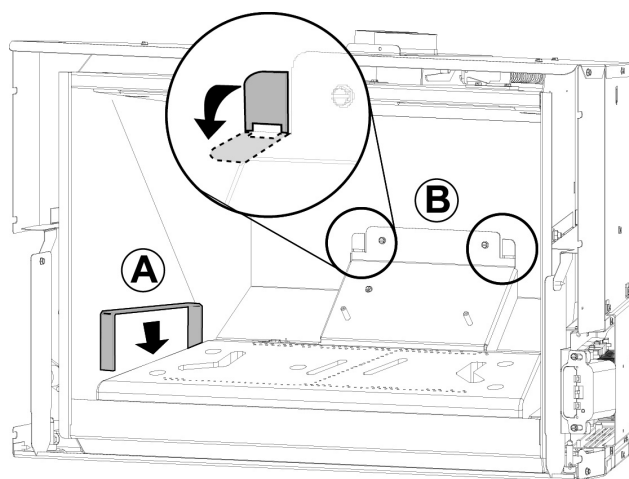

Figure 17.
1. Placez chaque support panneau de tablette (Fig. 17, A) sur le plancher du foyer contre les parois latérales.